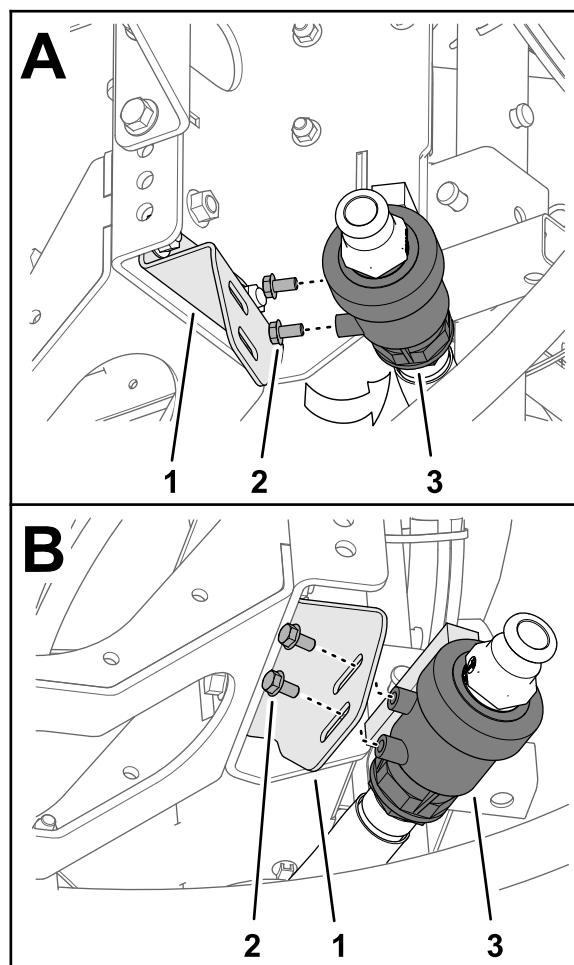

図 14
- 3. ドレンバルブのケースから、フランジヘッドボルト 5/16 x 5/8" 2本を外す 図 14。